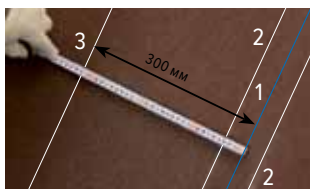

Рис. 36
1. Линия установки вертикального гонта (Рис. 36 — 2)\*. От центральной оси ендовы (Рис. 36 — 1) отступаем по 40 мм в обе стороны.
2. Линия фиксации вертикального гонта (Рис. 36 — 3) гибкой черепицы на расстоянии не менее 300 мм от оси ендовы.